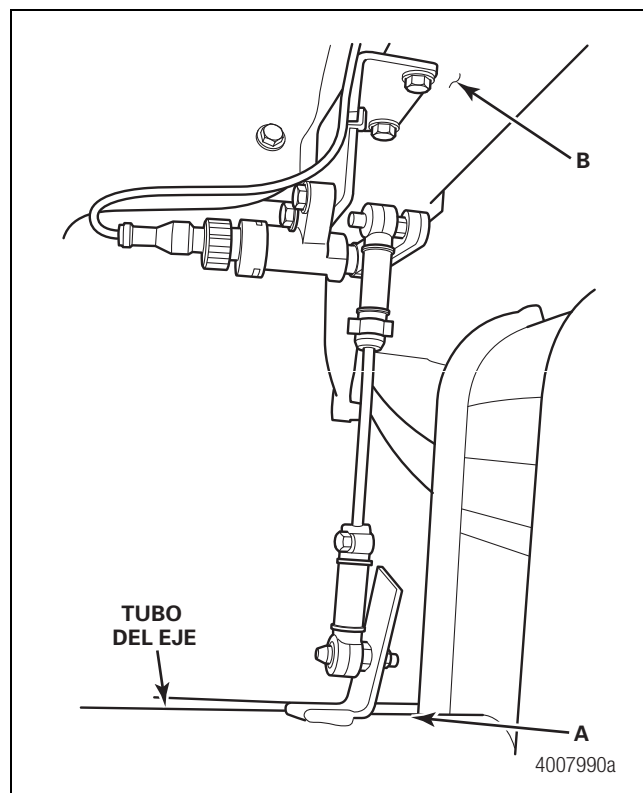

Figura 41
- Con el semirremolque **sin carga**, mida desde la parte superior del tubo del eje (A) hasta un punto fijo (B) en la parte de abajo del semirremolque. Anote la distancia. Figura 41.
- Con el semirremolque **cargado** (carga máxima), mida los mismos puntos (A y B) que usó para medir la distancia del semirremolque sin carga. Anote la distancia. Figura 41.